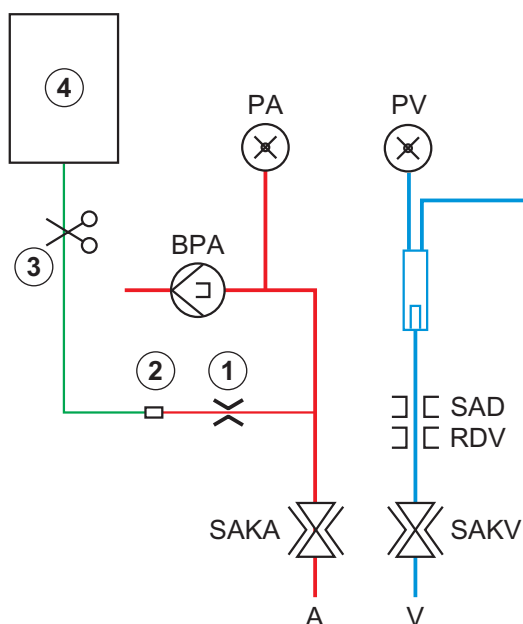

Bild 6-10 Konfiguration för bolus
Om en HD-maskin används måste infusionsslangen vara ansluten till en NaCl-påse via Y-kopplingen på blodslangsetet (se Bild 6-10 Konfiguration för bolus (139)).
3. Häng primingpåsen med fysiologisk koksaltlösning (Bild 6-10, ④ ) vid droppstativet.